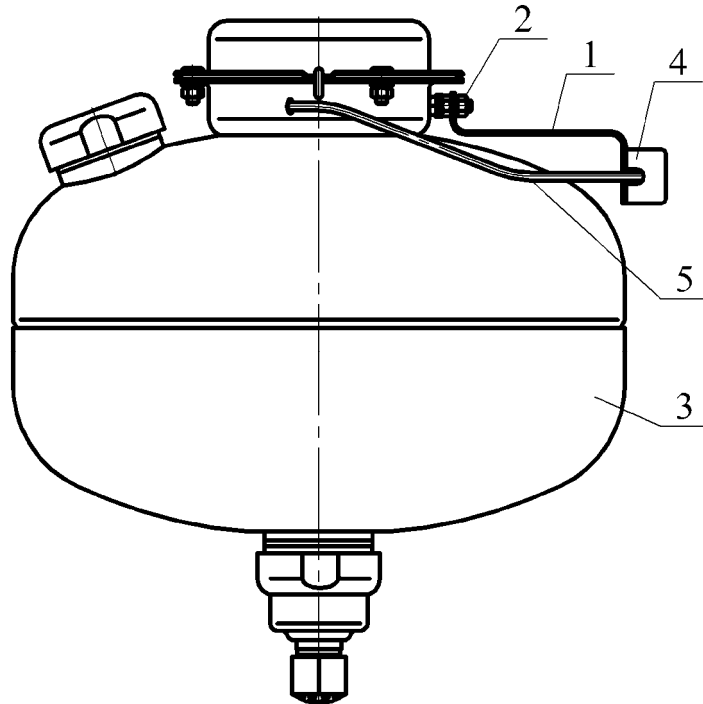

Рисунок 2
- е) по заявке Потребителя (см. рисунок 2):
4.1.2 Для удобства монтажа по заявке Потребителя МУПТВ может быть дополнительно укомплектован коробкой монтажной огнестойкой КМ-О 4(к)-IP41-s с кронштейном для монтажа ее на корпусе модуля (см. рисунок 2). В данном случае на кронштейне **1**, закрепленном гайкой **2** на фланце МУПТВ **3**, установлена коробка монтажная **4**. Выводы элемента электропускового **5** ИХГ, вставленные в трубку ПВХ, соединены с коробкой монтажной **4**. Соединение МУПТВ с пусковой цепью производится согласно утвержденному проекту.